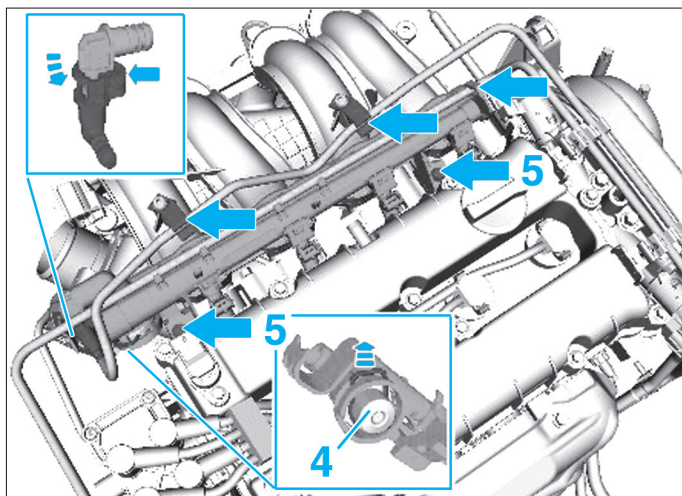
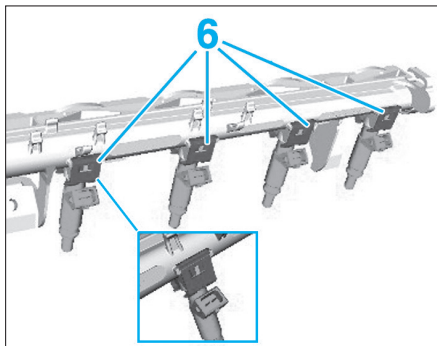

Fig. 34
Fig. 35
- Débrancher les raccords (flèches) (Fig.34).
- le régulateur de pression (4),
- les vis (5) de la rampe d'injection,
- Déposer (Fig.35) :
- les agrafes (6) des injecteurs,